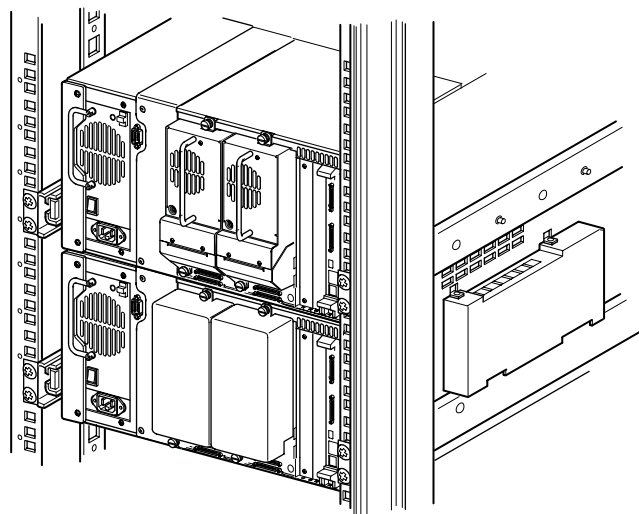

図2-3: MSL5026ライブラリのインストール
1. 『StorageWorks by Compaq MSL5026ライブラリ概要およびインストールレーション』または『StorageWorks by Compaq MSL5000シリーズ ライブラリ7000/9000ラックマウント コンバージョン キット』の手順に従って、図2-3に示すように、2台のMSL5026ライブラリをインストールします。